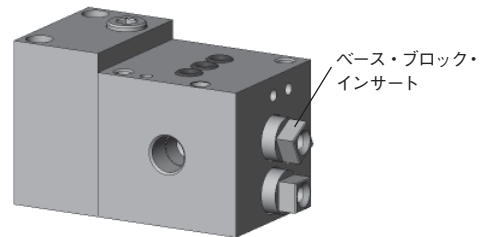

図 2
3. 9/64 インチ・サイズの六角トルク・レンチを使用し、ベース・ブロック・インサートねじ (2 個) を、ベース・ブロック・インサートに通して、ベース・ブロック (左端) インサート (2 個) に $4.0 \sim 5.1 \text{ N} \cdot \text{m}$ のトルク値で締め付けます。(図 2 参照)